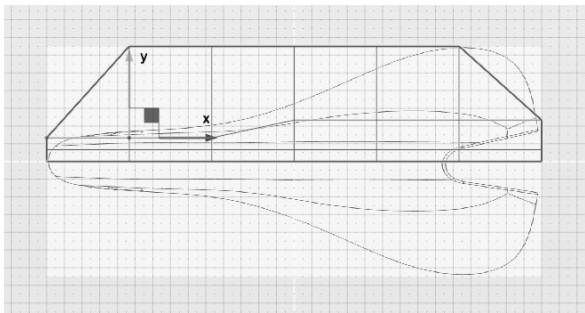

图 7-66 将选中控制点向 Y 轴负方向移动 10mm
7) 按〈W〉键激活“平移”工具, 在控制面板中, 调整 Y 轴方向的平移值为“-10”, 即向 Y 轴负方向移动 10mm, 如图 7-66 所示。